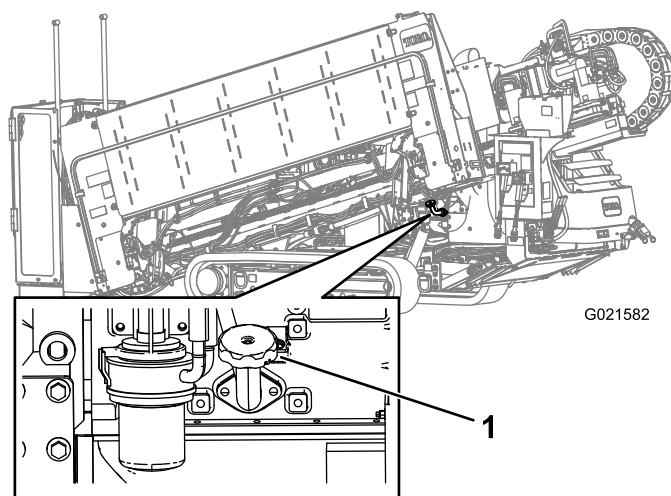

Рисунок 121
- A. Снимите крышку заливной горловины (Рисунок 121) и добавьте масло, пока его уровень не достигнет отметки «Высокий». **Не допускайте переполнения.**